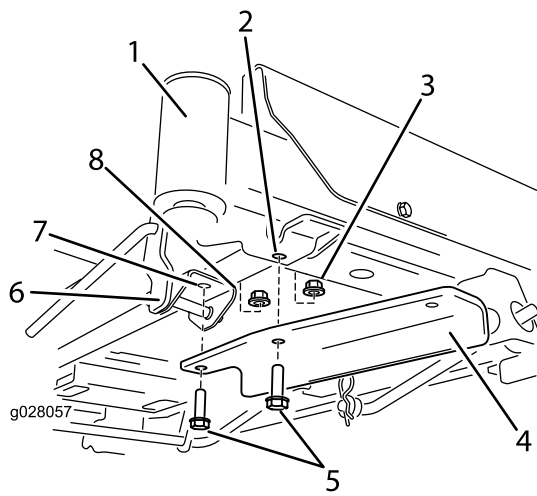

Figure 5
- Les machines avec pédale d'aide au relevage n'utilisent pas les rondelles. À la place, retirez les fixations avant dans le support de la pédale d'aide au relevage. Fixez le support avec deux boulons et deux contre-écrous (Figure 5). Un contre-écrou provient des pièces détachées et l'autre a été déposé précédemment et est réutilisé.